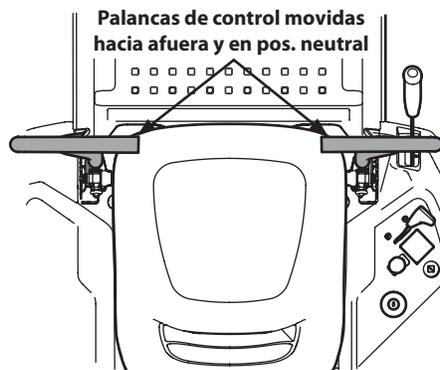

Figura 3-2
1. El operador debe estar sentado en el asiento del tractor con las palancas de control de la transmisión totalmente hacia afuera en la posición neutra (freno de mano aplicado). Consulte Figura 3-2.